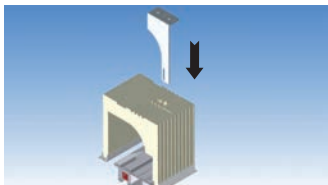

Bild 37
Schritt 1: Montieren Sie das Statikprofil auf den Blendrahmen (siehe Seite 04). Führen Sie den oberen Teil der Statikkonsole **vor** Einbau des Elementes in die Rohbauöffnung in die dafür vorgesehene Fräsung am Kasten ein (senkrecht einführen um den Rolladenpanzer nicht zu beschädigen Bild 37 - 39).